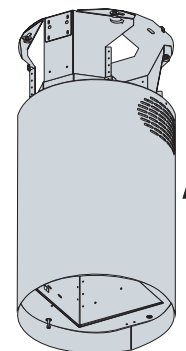

Figura 8
11) Passando a chaminé pelo bloco de motor, aparafuse com os parafusos fornecidos no produto. Figura 8